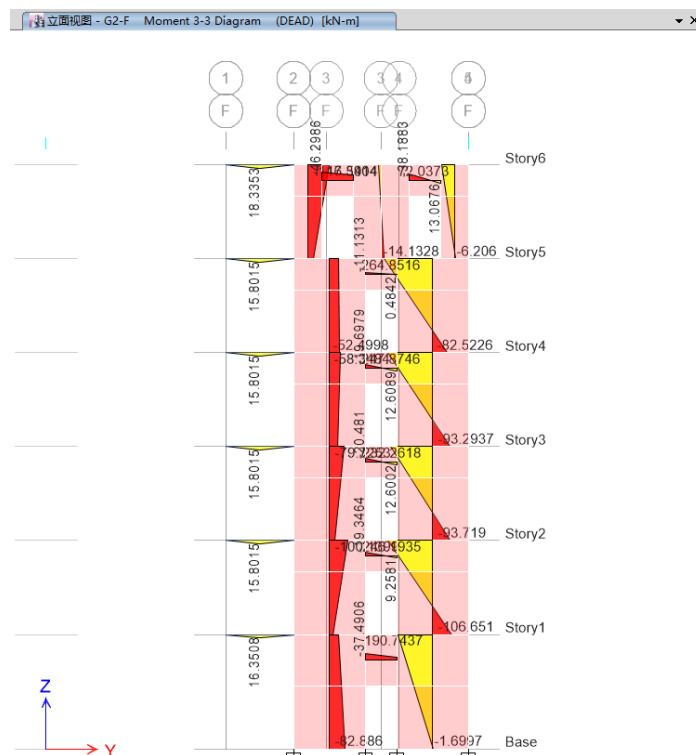

图 7-10 M33 弯矩图
- 5) 点击**确定**按钮，关闭对话框并显示内力图，如图 7-10 所示：